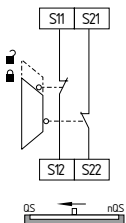

Fig. 17
**Surveillance de protecteur à 2 canaux avec dispositif d'interverrouillage selon ISO 14119 (voir Fig. 17)**